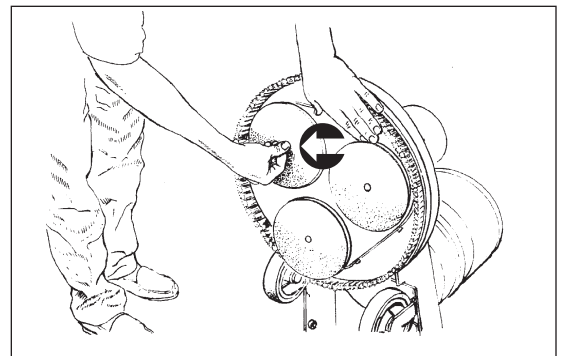

Figura 15
d.) Para sacar la almohadilla de papel o la tela metálica/ almohadilla párese al costado de la máquina y tire desde un borde. La tela metálica puede tener un pasador de empuje plástico en el centro que deberá ser retirado antes de sacar la tela metálica. (Vea la Figura 15)